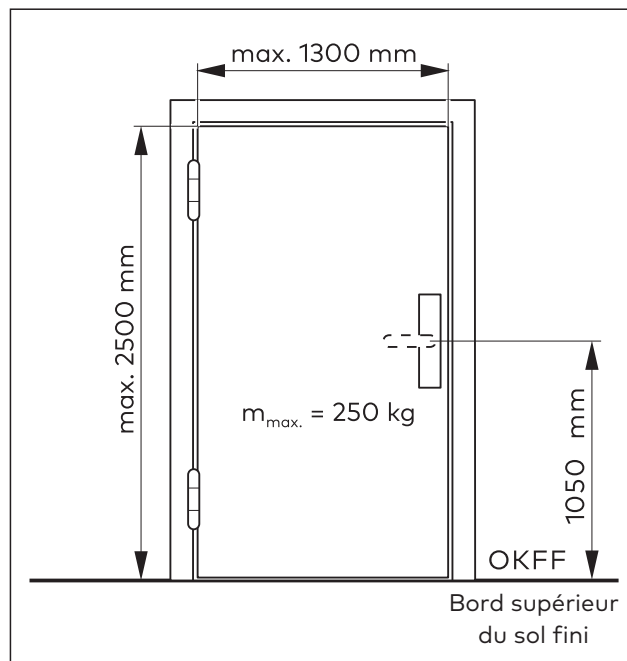

Fig. 6 Exigences de montage
- La porte correspond aux spécifications Fig. 6 et est déformée jusqu'à 5 mm maximum.